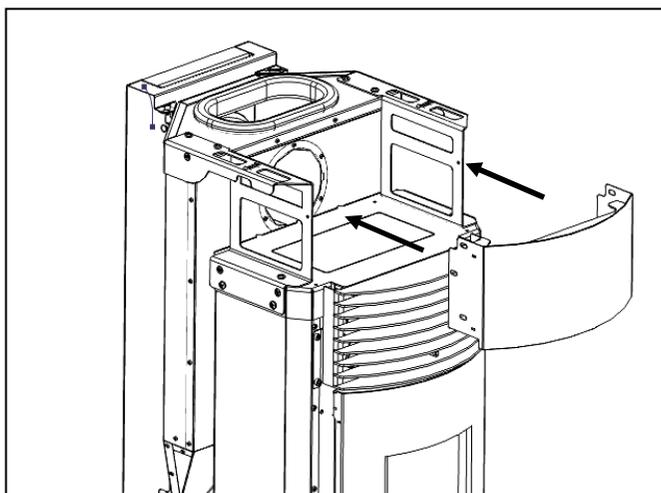

Figura 44 – Encaixe do frontal da estrutura
b) Colocar o frontal superior como demonstra a figura 44, posicionando as abas da peça frontal na face interna da estrutura.